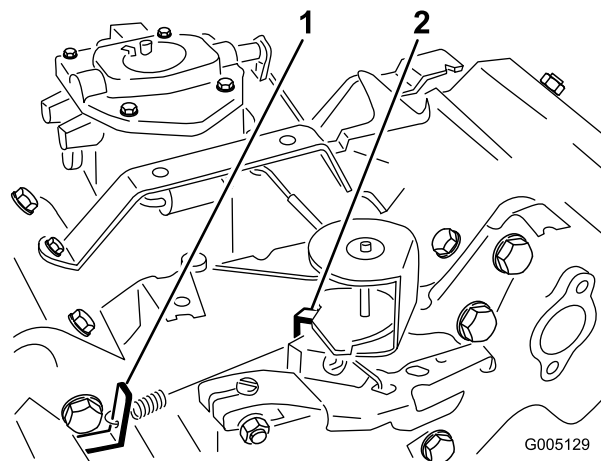

図 36
3. 長足アイドル・スプリング・アンカーの耳(図 36)を曲げて、エンジン速度を  $1625 \pm 50$  RPM に調整する。タコメータで速度を確認のこと。
5. スロットル・コントロールをFAST位置とする。高速アイドル・スプリング・アンカーの耳(図 36)を曲げて、エンジン速度を  $2850 \pm 50$  RPM に調整する。